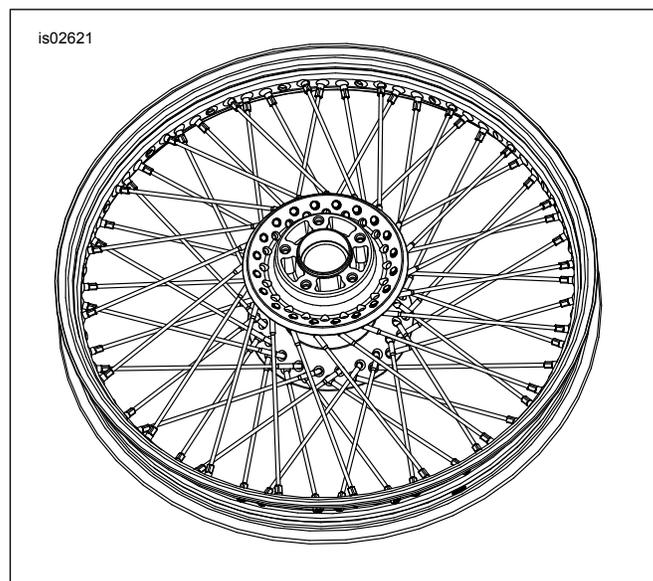

Figura 7. Instalación de los rayos exteriores (se muestra la rueda de 21 pulg.)
7. Vea Figura 7. Gire el aro para que el lado del disco de freno esté orientado hacia **abajo**. Coloque cualquiera de los rayos de la fila **exterior** dentro del cubo. Coloque el rayo en ángulo hacia la izquierda e insértelo en el agujero del aro, en ángulo para que encaje bien. Sin apretar, arme el racor del rayo.